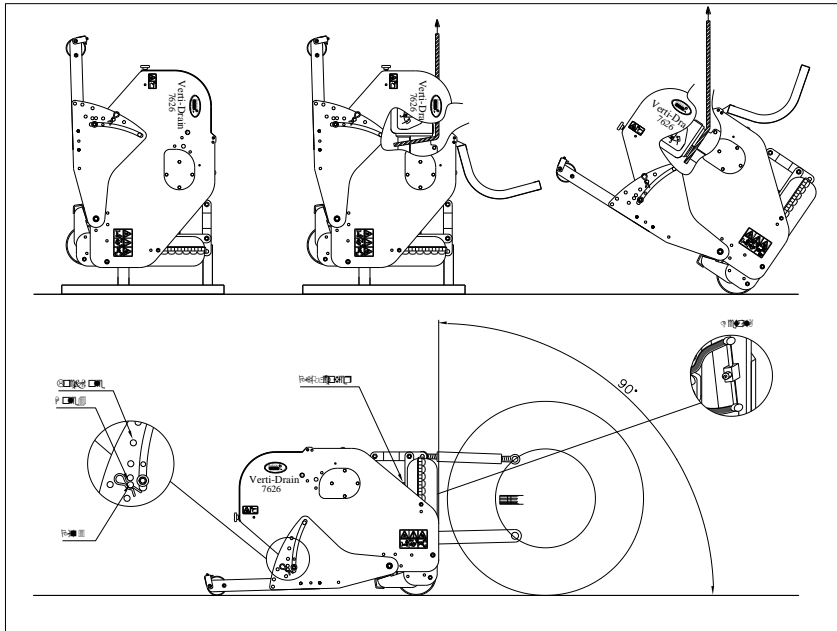
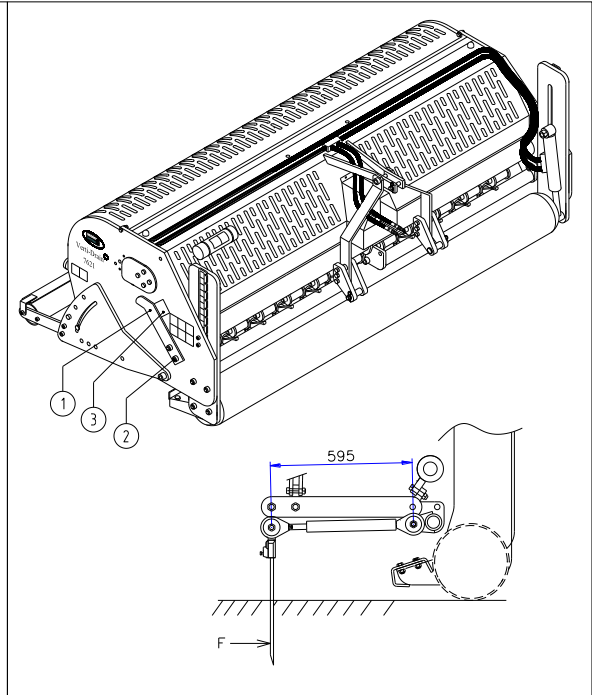

Fig. 8
Fig. 12
La máquina está en la paleta verticalmente. Se debe proceder de la manera siguiente para quitar la paleta y conseguir que la máquina llegue al suelo horizontalmente (véase la fig. 8):
- @ A 90 grados, las púas sólo entran en el suelo rectamente si se ha ajustado la máquina adecuadamente, véase la fig. 8. Si esto no es correcto, se pueda producir la fuerza F, véase la fig. 12, que dañará la máquina.
- @ Si el Verti-Drain® no es montado de la manera correcta tras el tractor, véase la fig. 8, varios ángulos del eje de la toma de fuerza puedan causar vibraciones en la línea de marcha de la máquina. Estas vibraciones pueden dañar la máquina y los agujeros en el suelo.